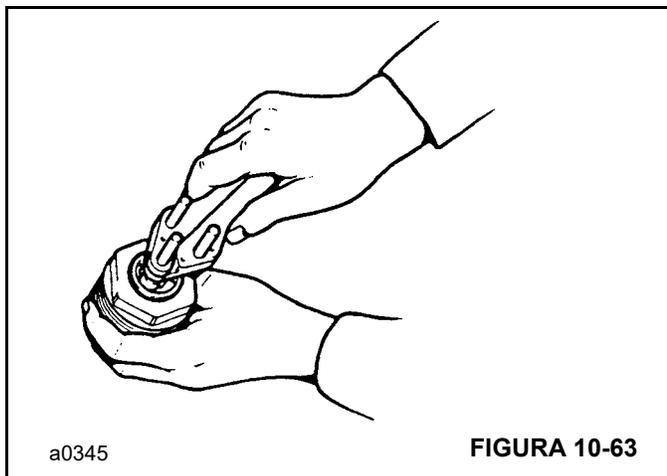

FIGURA 10-63
- c. Instale a vedação no canal da tampa da extremidade, Figura 10-63. Quando a vedação estiver na posição, abra a ferramenta para liberar a vedação. Verifique se a vedação está instalada corretamente no seu canal antes de remover a ferramenta.